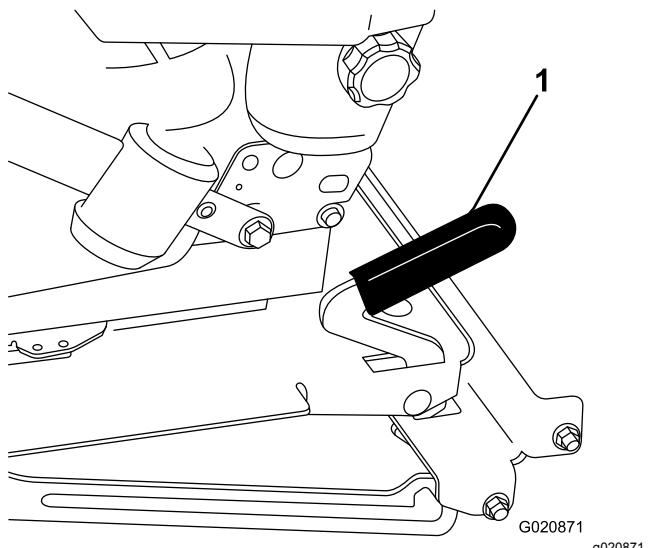

Figura 56
2. Per sbloccare il sedile tirate avanti l'apposito dispositivo di chiusura e sollevatelo (Figura 56).